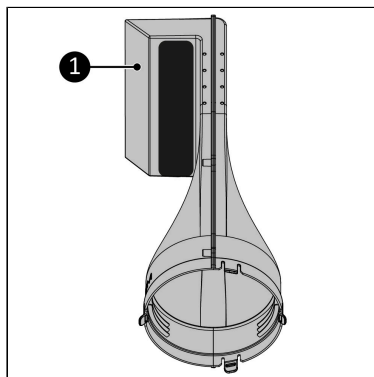

Figura 87.
4. Așezați ieșirea în fața dvs. Asigurați-vă că deschiderea rotundă este orientată spre dvs. (Figura 87).
5. Asigurați-vă că orificiul de evacuare a aerului (Figura 87, nt. 1) este orientată spre stânga.